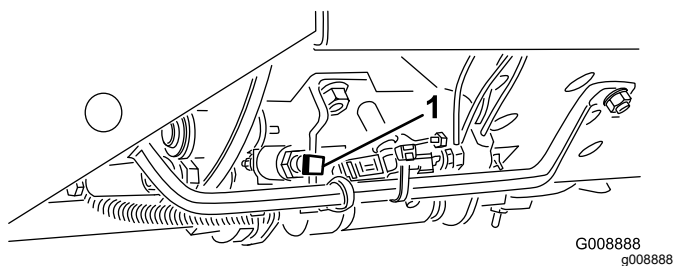

Figura 23
**Importante:** A velocidade de corte vem definida desde a fábrica e é de 9,7 km/h. Pode ser aumentada ou diminuída ajustando o parafuso da velocidade (Figura 23).